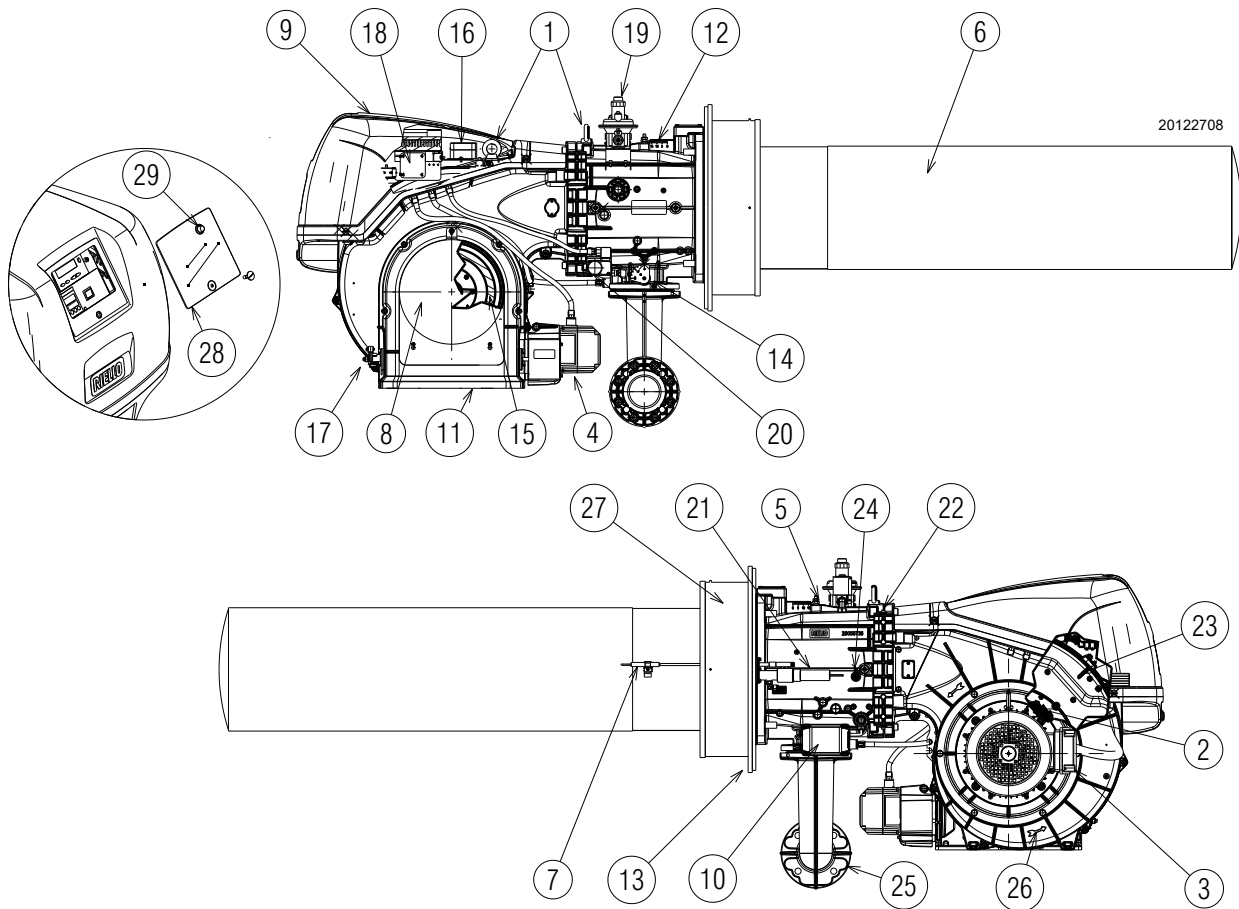

Fig. 3
(1) Condizioni di riferimento: Temperatura ambiente 20°C - Temperatura gas 15°C - Pressione barometrica 1013 mbar - Altitudine 0 m s.l.m.
(2) Pressione alla presa 5)(Fig. 3 a pag. 11) con pressione zero in camera di combustione ed alla potenza massima del bruciatore.
(3) Pressione sonora misurata nel laboratorio combustione del costruttore, con bruciatore funzionante su caldaia di prova, alla potenza massima. La Potenza sonora è misurata col metodo "Free Field", previsto dalla Norma EN 15036, e secondo una accuratezza di misura "Accuracy: Category 3", come descritto dalla Norma EN ISO 3746.
(4) Con filtro.